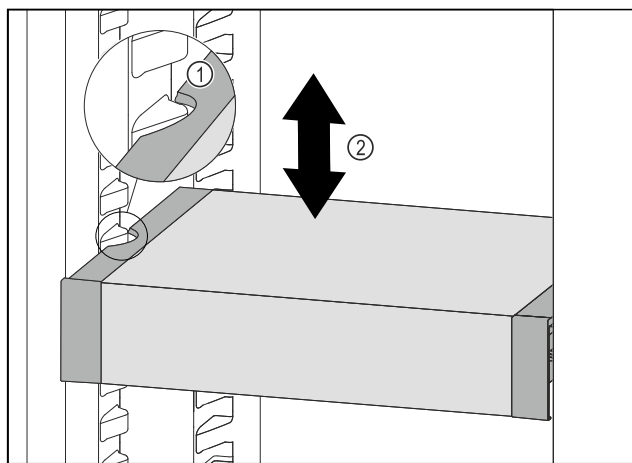

Fig. 120
- 向前移动 VarioSafe，直到 VarioSafe 两侧的凹槽与冷藏区中的容器肋梁持平。 Fig. 120 (1)
- 在冷藏区中向上或向下移动 VarioSafe，直至所需高度。 Fig. 120 (2)